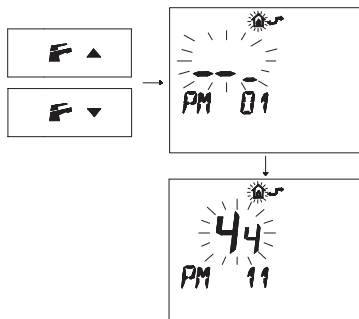

Figura 5.42
- Pulse los botones  o  para visualizar la programación "PM11" de la postcirculación de la bomba (Figura 5.42).